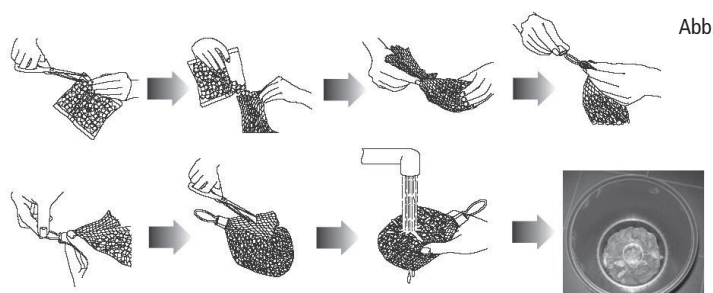

Abb. 2
- Das biologische Medium muss, wie in Abbildung 2 gezeigt, in den Filterbehälter eingesetzt werden (außer bei Pressure-Flo 1000/3000 UV-C)
- Überprüfen Sie, ob der Deckel (G) sicher mit der Deckelklammer (O) verschlossen ist und ob der O-Ring (P) richtig an seinem Platz sitzt. **WICHTIG:** Bevor Sie die Deckelklammer (O) anbringen, muss der Deckel (G) ganz heruntergedrückt werden, bis die Lücke zwischen Deckel und Filtergehäuse ganz verschwindet. Die Deckelklammer muss mit dem Sicherheits-Deckelverschluss richtig in der Kerbe des Schnappverschlusses einrasten. **WARNUNG:** Seien Sie vorsichtig, dass Sie nicht Ihre Finger oder das Netzkabel einklemmen, wenn die Deckelklammer in der Kerbe einrastet. Zur Sicherung kann ein Stützverschluss (nicht enthalten) in das untere Loch des Sicherheits-Deckelverschlusses (Z) gesteckt werden.
- Der Schalter zur Steuerung der Betriebsart (V) muss auf den „Filterbetrieb“ eingestellt sein; der Schalter weist in Richtung des Wasserauslasses (W). **Der Schalter (V) muss um volle 90° gedreht werden; stellen Sie ihn nicht auf eine dazwischen liegende Position.**